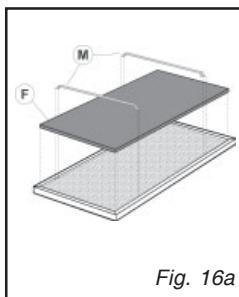

Fig. 16a
• **Udskiftning af kulfilter (fig.16a-16b)**